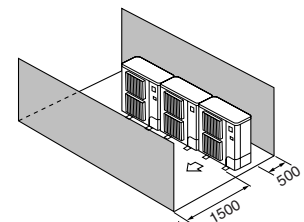

Fig. 2-11
- ④ Obstáculos apenas na parte da frente e de trás (Fig. 2-11)